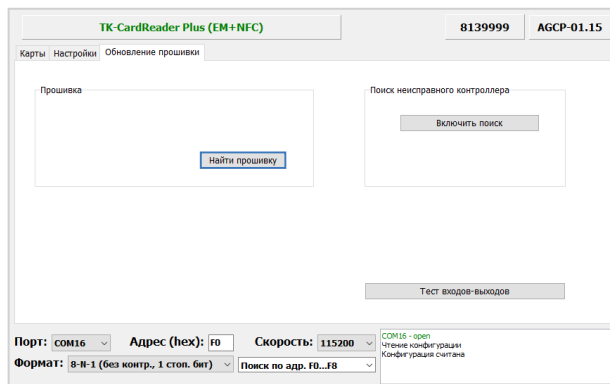

Рис.32. Обновление прошивки
- в программе перейдите на вкладку «Обновление прошивки» и нажмите кнопку «Найти прошивку» (Рис.32). После этого программа предложит выбрать нужный файл прошивки. Файл прошивки должен иметь расширение .eraw.